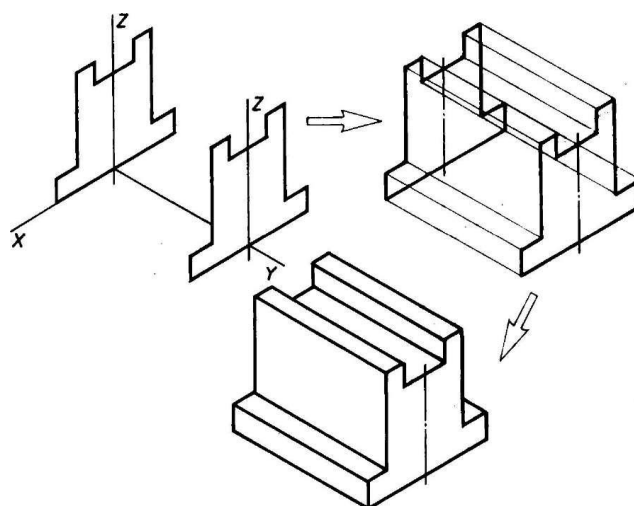

Рис. 1.
- построение проекций остальных граней посредством изображения ребер модели; обводка изометрической проекции (рис. 1).